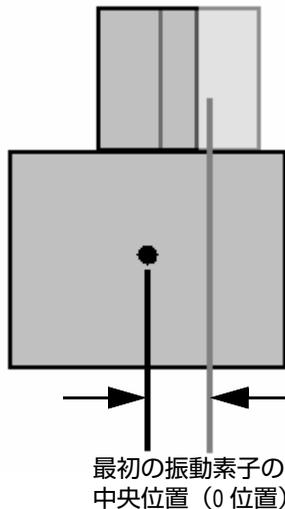

図 6-9 2次補正值
**Secondary offset**（2次補正值）0 は、プローブが2次軸上でウェッジに揃っていることを示します。プローブがウェッジに揃っていない場合は、適切な値を入力します（224 ページの図 6-9）。